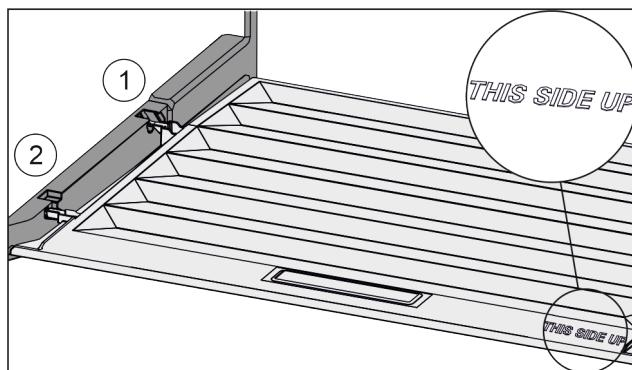

Fig. 102
- Вставить поперечные ребра крышки через отверстие заднего держателя Fig. 102 (1) и защелкнуть спереди в держателе Fig. 102 (2).